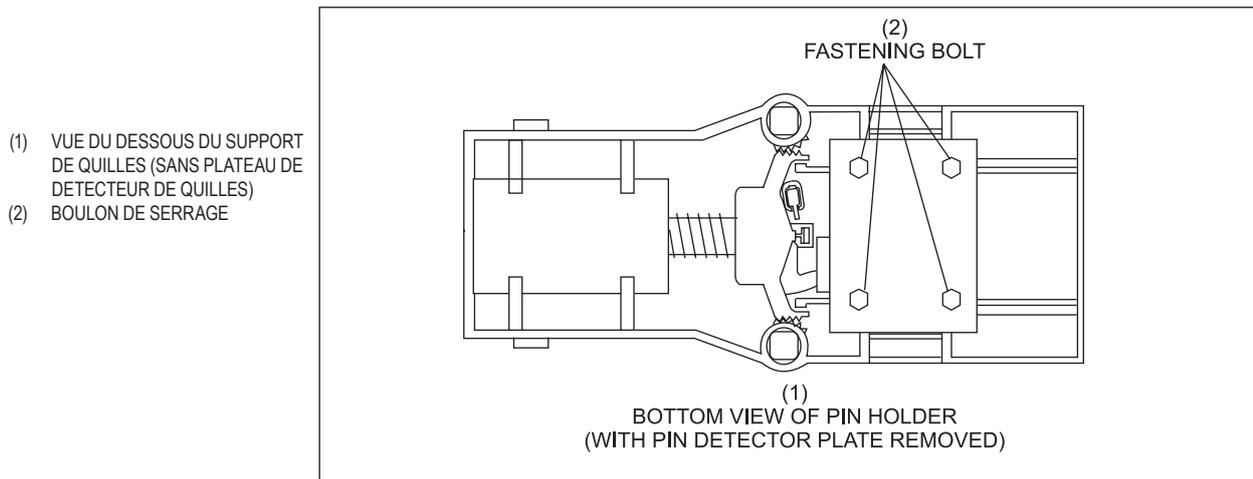

Figure 5-37. Desserrez les boulons de serrage de support de quilles.
1. Pour ajuster les quilles individuelles à gauche ou à droite, desserrez les quatre boulons de serrage de support de quilles. Reportez-vous à la *Figure 5-37*.